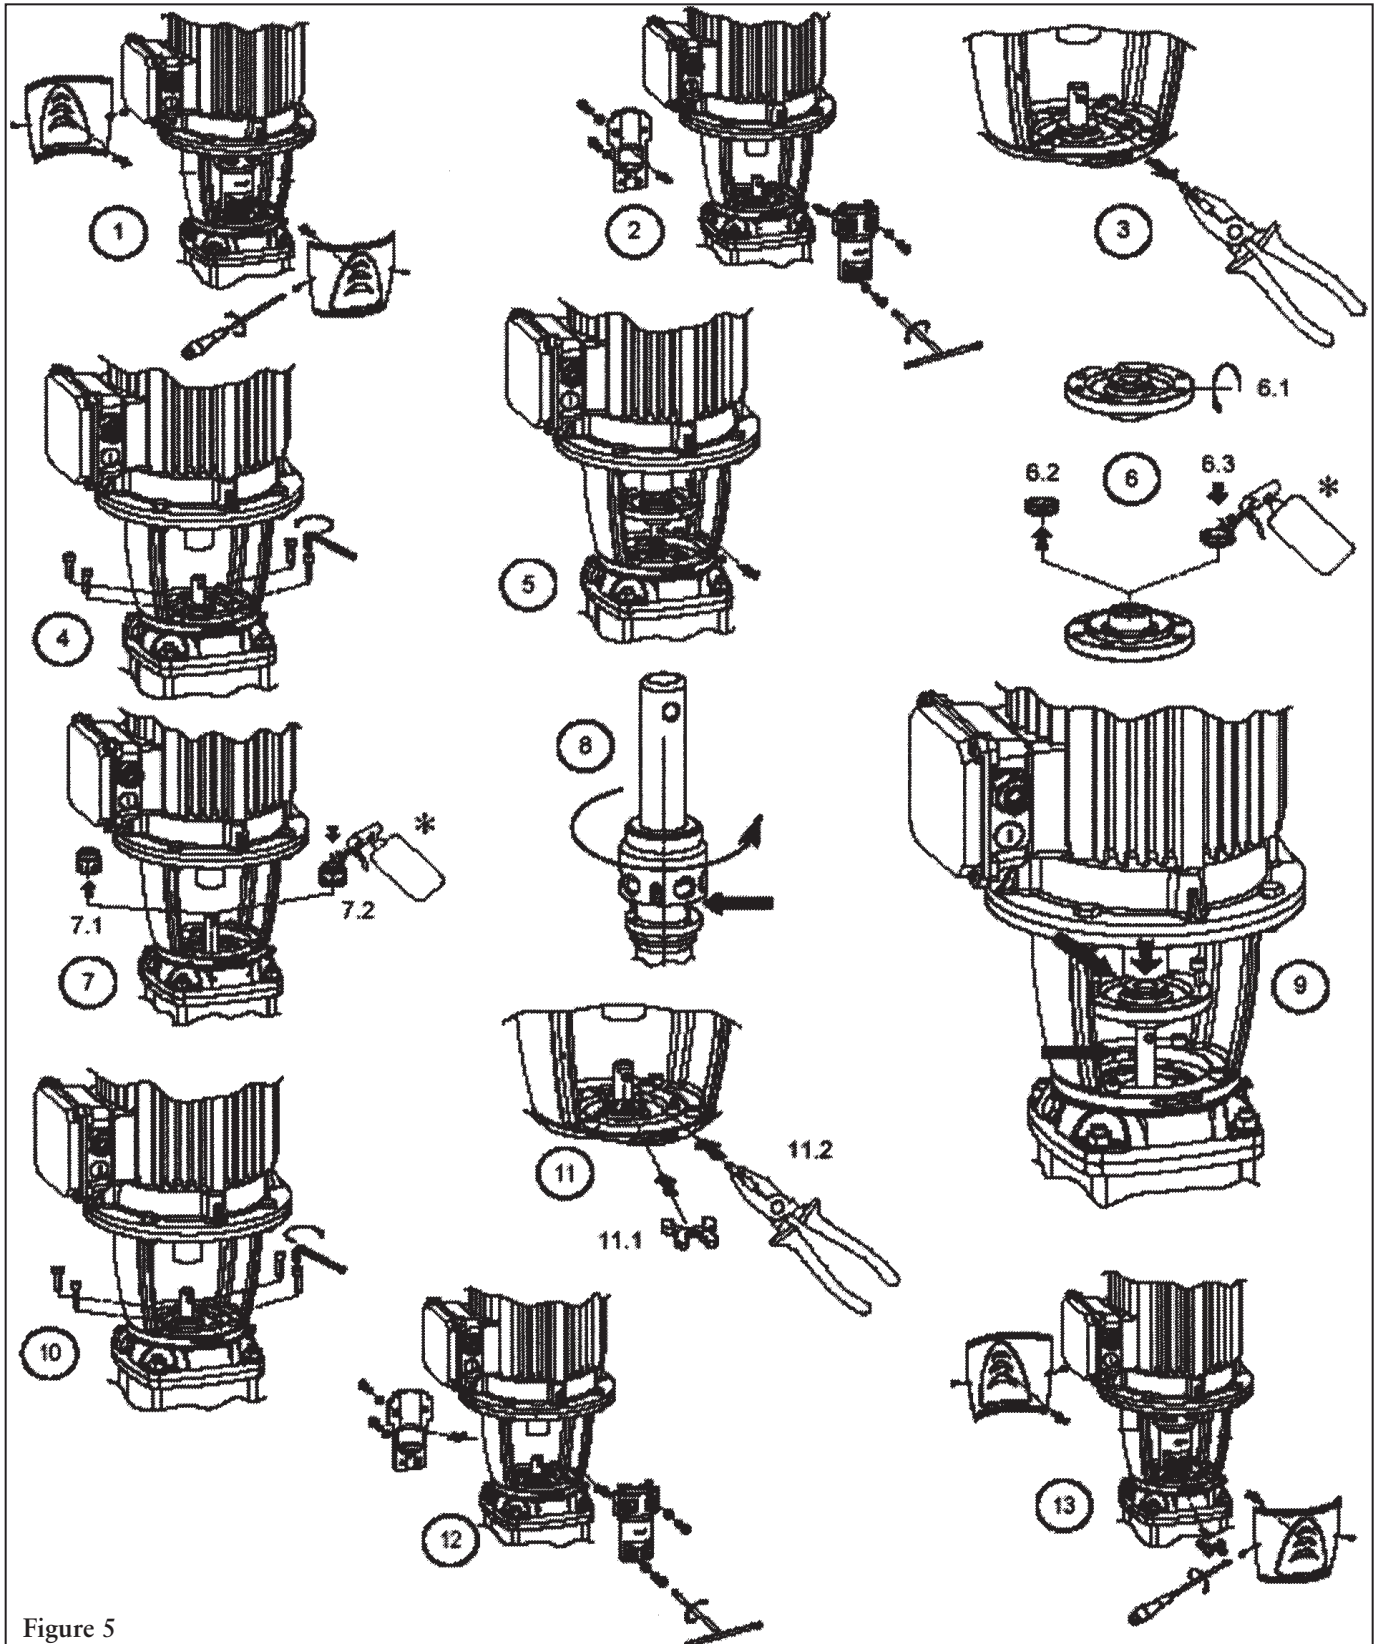

Figure 5
9. Instale un nuevo aro tórico de cubierta de junta hermética en la cubierta de la junta. Puede utilizar un lubricante para sostener el aro tórico sobre el diámetro de la cubierta de la junta. Reinstale con cuidado la cubierta de la junta entre la bomba y el eje del motor y desplace la cubierta de la junta hacia abajo del eje en posición. **Realice el montaje de la cubierta de la junta entre la bomba/eje del motor con cuidado para que la cara de la junta sobre la base estacionaria no se dañe.** Vea el paso 9 en la Fig.5.